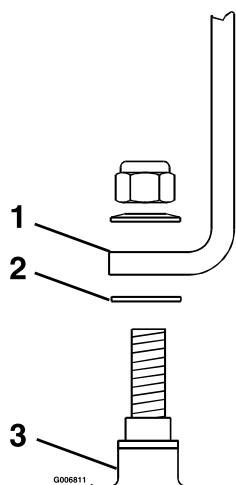

Figure 25
- Retirez l'écrou Nyloc ¾ po et la rondelle élastique du goujon en haut de la boîte de vitesses (voir Figure 25).